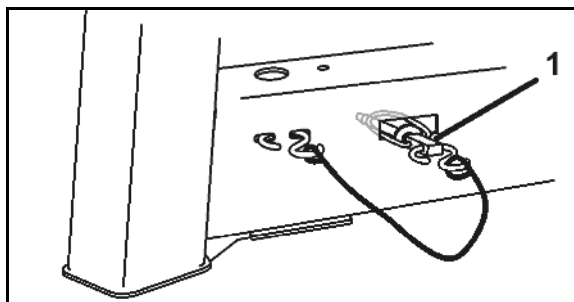

Рис. 44
5. Поворотное переднее колесо с тормозом (Рис. 44/1)
- o установите и застопорите пружинным фиксатором (Рис. 44/2), или